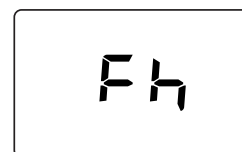

fig. 7- Purga de aire con ventilador apagado
- En los próximos 280 segundos, continúa el ciclo de purga de aire con el ventilador apagado (fig. 7).